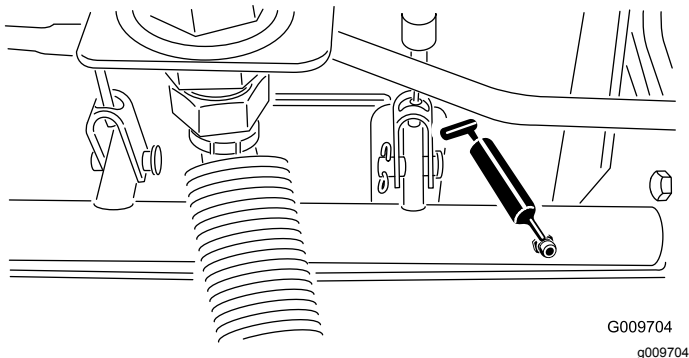

Figura 33
- Rolamentos da articulação do veio do travão (5), como se mostra na Figura 33